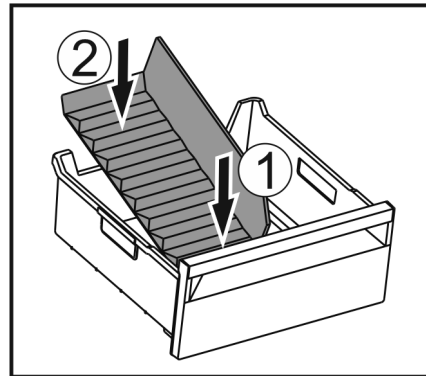

Fig. 184
- Вставити передню частину перегородки відділення для льоду. Fig. 184 (1)
- Опустити задню частину перегородки відділення до дна ящика для кубиків льоду. Fig. 184 (2)